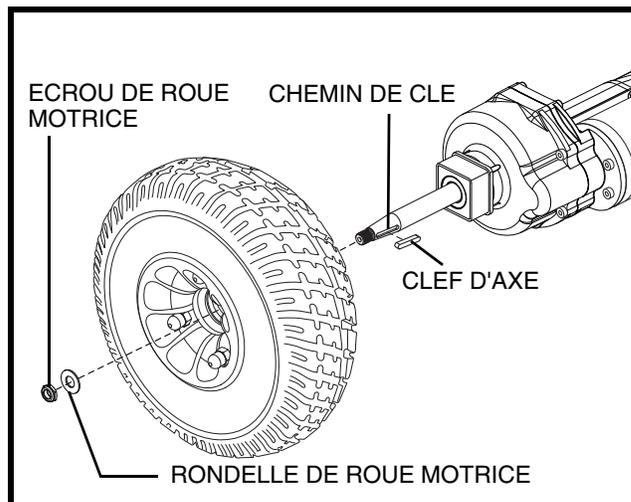

Figure 25. Enlèvement de la roue motrice
4. Retirez l'écrou et la rondelle de roue motrice sur l'essieu. **Voir la figure 25.**
9. Remettez la roue en place. Assurez-vous que la clé est bien ancrée dans la rayure de clé. **Voir la figure 25.**